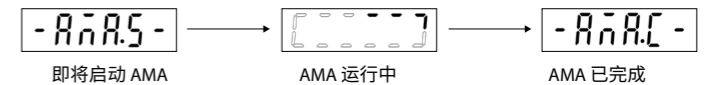

图 7：AMA 状态指示
- 将参数 P4.2.1.3 AMA 模式设为 [1] 启用完整 AMA 或 [2] 启用精简 AMA，主显示屏显示 # 即将启动 AMA，请参阅图 7。